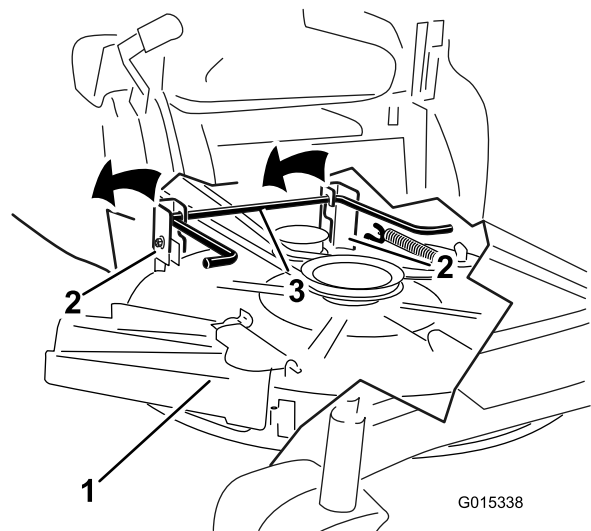

Figura 63
6. Levante a plataforma de corte e os suportes de suspensão afastando da haste de elevação traseira e baixe o cortador cuidadosamente até ao chão (Figura 63).
5. Levante parte de trás da plataforma de corte e oriente os suportes de suspensão por cima da haste de elevação traseira (Figura 63).